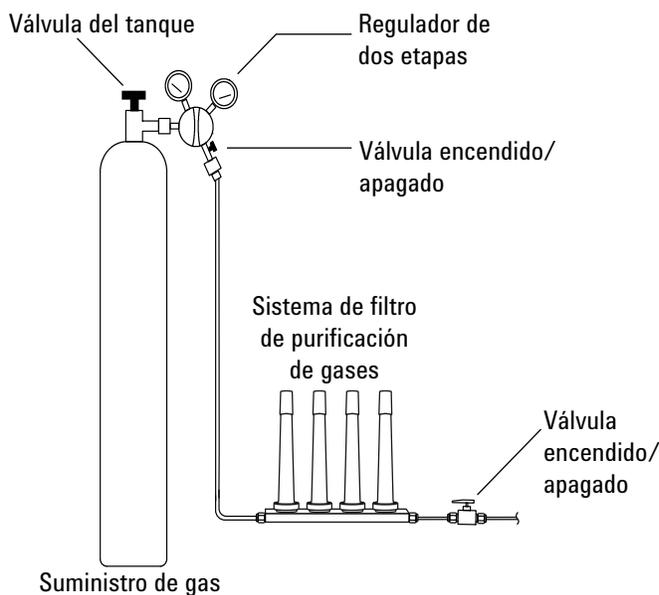

Figura 9. Conexión de las fuentes de gas
- 1 Determine dónde instalará las trampas en su línea de tubería de suministro. La **Figura 9** muestra el orden de trampas recomendado para el gas portador y las ubicaciones recomendadas para las válvulas de encendido y apagado. Consulte también la *Guía para la preparación de las instalaciones*.